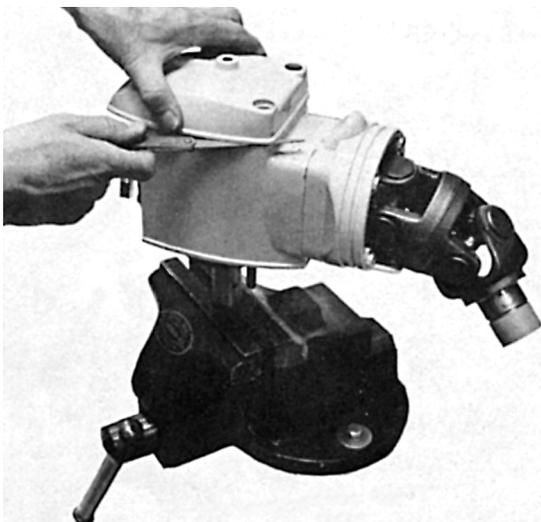

Fig. 21.
1. Poser suffisamment de cales sous le couvercle, de manière à avoir un jeu de 0,1 mm au maximum entre ce couvercle et le carter de renvoi. Poser le couvercle en place, bien le centrer, le presser et mesurer le jeu avec une jauge d'épaisseur sur tout son pourtour, voir figure 21.
2. Mettre le produit d'étanchéité et poser la bague d'étanchéité (10) de manière à bien centrer le joint pour la vis avant de droite dans l'encoche correspondante sur le couvercle, mettre l'épaisseur de cale déterminée comme décrit ci-avant et bien serrer les vis du couvercle.